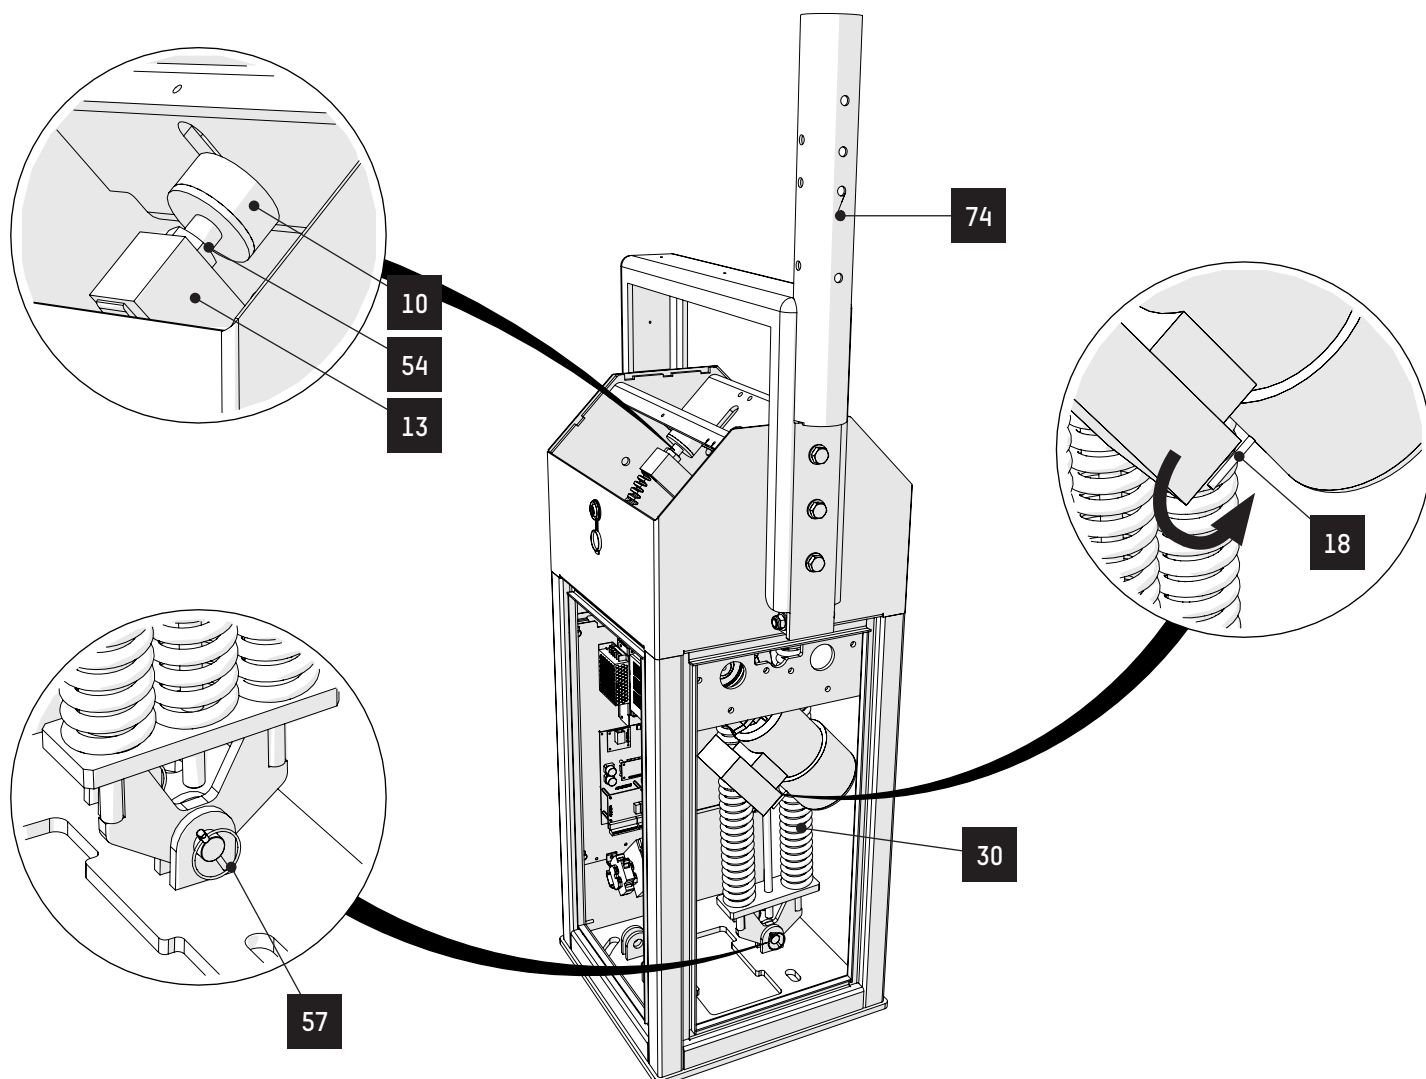

Fig. 18 - Montage av arm med vikbart staket BL46 - Bortkoppling av fjädrar
6. Res armen till vertikalt läge (vid behov via hävarmen (18) för broms).
7. Montera tillbaka fjäderpaketet och lås det via låspinnen (57).
8. Justera armens vertikala läge genom att dra åt eller släppa den övre stoppen (10), och dra sedan åt stoppmuttern (54).
9. Montera och justera vid behov stagwiren (se illustration för vikbart staket Fig. 18).